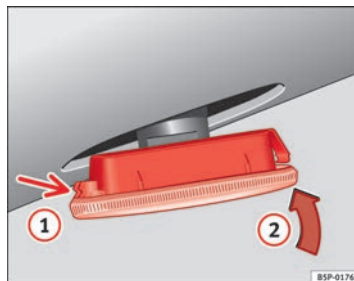

Fig. 183 Indicatori di direzione laterali
- Collocare l'intermittente nel foro della carrozzeria, incastrando le linguette **1** ⇒ fig. 183, e successivamente inserire la lampada come indicato dalla freccia **2** ⇒ fig. 183..